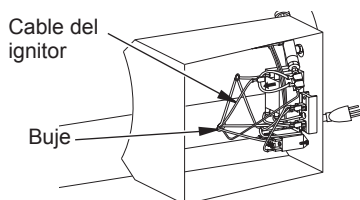

Figura 10: Desmontaje del cable del ignitor del transformador de chispa
2. No se produce la chispa en el ignitor. Para probar que se produzca la chispa, siga el paso 8 en Ignitor , página 8. Si ve que se produce la chispa en el ignitor, procure que una persona calificada le dé servicio al calentador. Si no se produce la chispa: A) Cable del ignitor flojo o desconectado B) Tamaño del espacio hacia la chispa incorrecto C) Electrodo del ignitor defectuoso D) Transformador de chispa defectuoso	2. A) Revise el cable del ignitor. Apriete o vuelva a fijar el cable del ignitor que está flojo. Consulte la figura 10, página 10, para ver la ubicación del cable del ignitor B) Deje un espacio de 3,3 a 3,8 mm (0,13 a 0,15 pul) entre el electrodo del ignitor y la placa de fijación C) Reemplace el electrodo del ignitor. Consulte Ignitor , página 11. D) Reemplace el transformador de chispa. Consulte Transformador de chispa , página 10